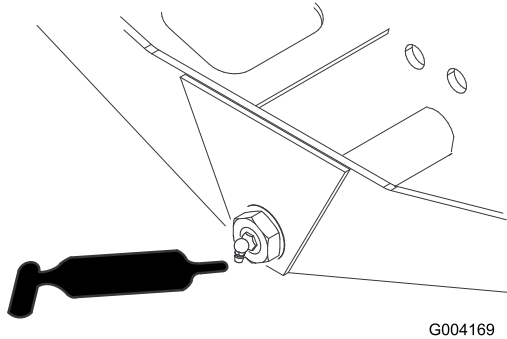

Figura 34
- Pivote de dirección del eje (1) (Figura 34)